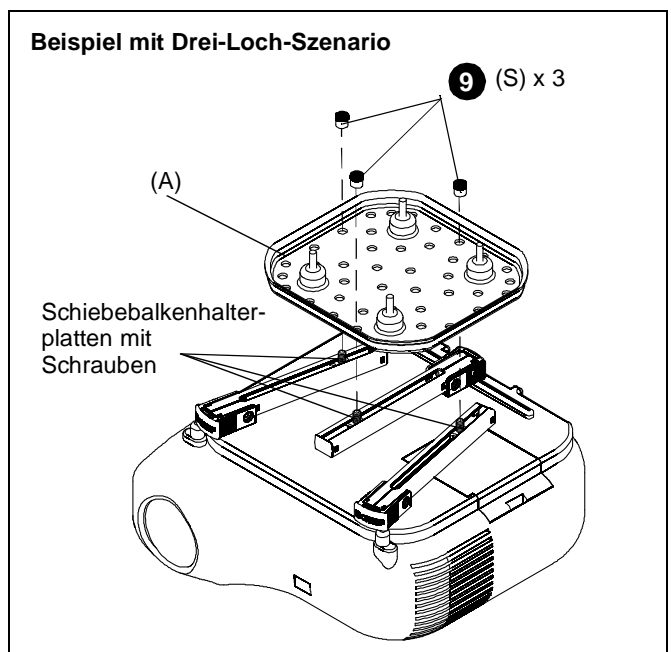
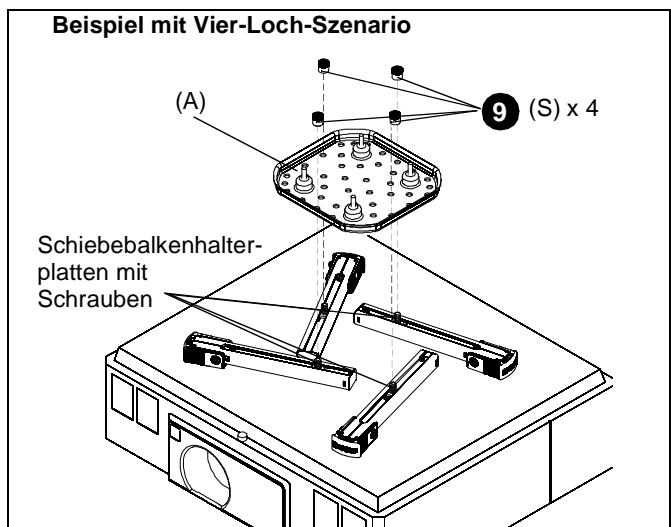

Abb. 6
Abb. 7
- Richten Sie die Beine so aus, dass die Schiebepaltenhalterplatten mit den Schrauben zur Mitte des Projektors zeigen. (Siehe Abb. 6) und (Siehe Abb. 7)
- Positionieren Sie die Schiebepaltenhalterplatten mit den Schrauben so, dass die SSBU- oder SSMU-Hauptplatte (A) in ebener Lage auf die Beine montiert werden kann. (Siehe Abb. 6) und (Siehe Abb. 7)
- Befestigen Sie die SSBU/SSMU-Hauptplatte an den SSBU/SSMU-Beinen, indem Sie 1/4"-20"-Inbusmuttern (S) auf die Schrauben der SSBU/SSMU-Beine montieren. (Siehe Abb. 6) und (Siehe Abb. 7)